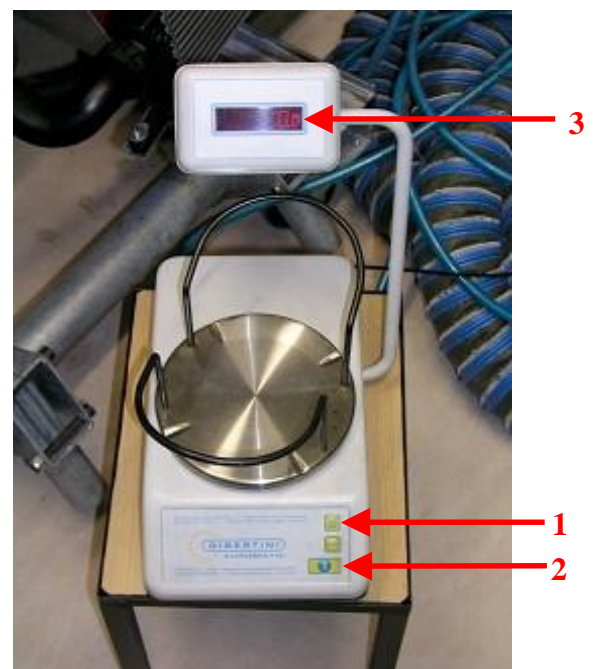

Bild 7
- Ermittlung des spezifischen Kraftstoffverbrauchs in ausgewählten Lastzuständen unter Nutzung einer Digitalwaage (Bild 7) und des Arbeitszählers am Prüfstand